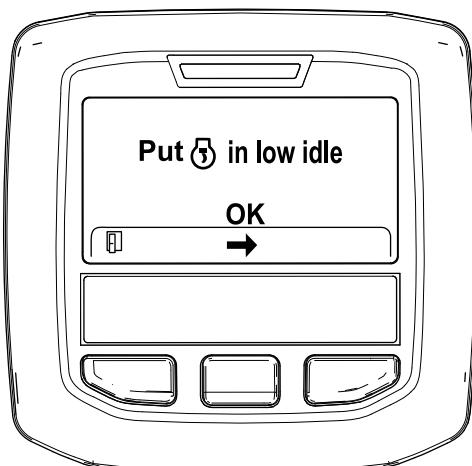

Figura 43
6. Spostate il comando dell'acceleratore in posizione di MINIMA INFERIORE e premete il pulsante centrale (Figura 43).